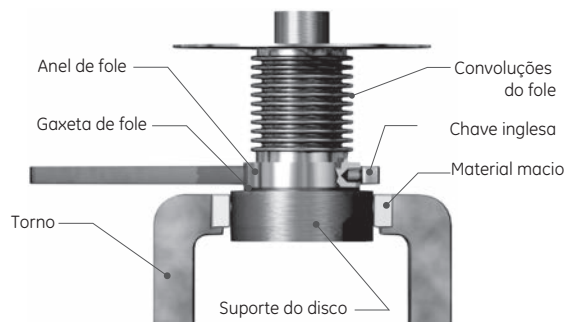

Figura 29: Remoção do anel de fole
12. Para válvulas de fole de orifícios D a U, o fole é conectado ao suporte de disco por roscas direitas. Use uma chave inglesa especial no anel de fole para removê-lo, girando no sentido anti-horário (Figura 29).